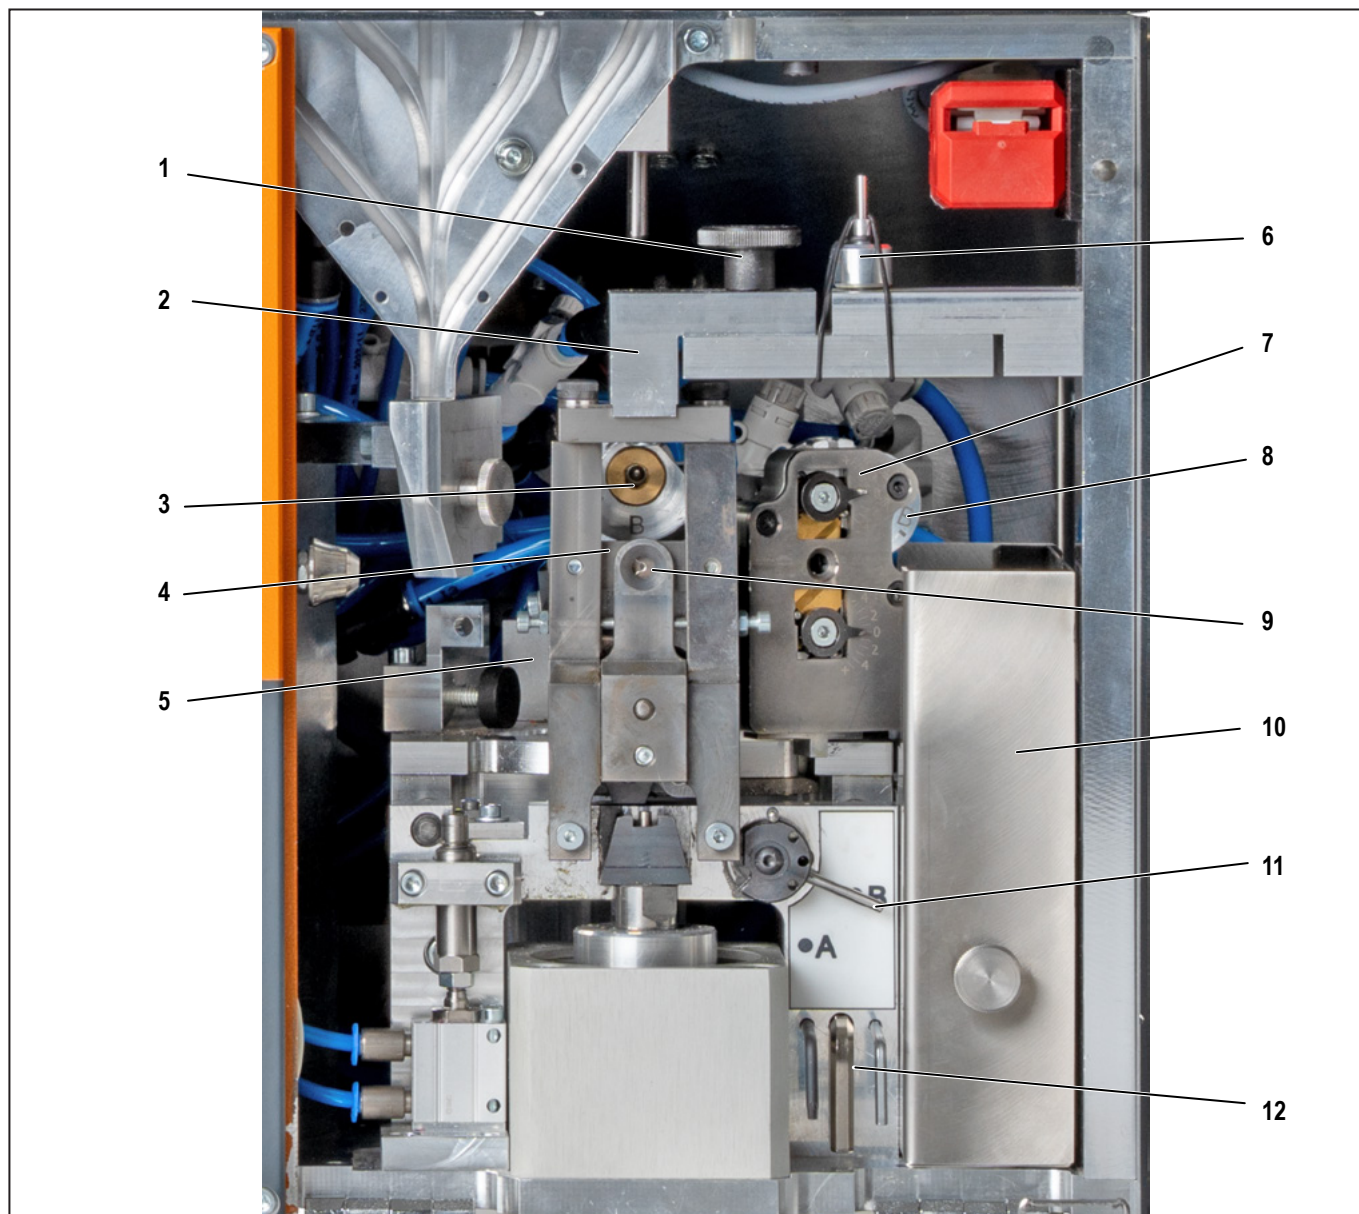

Bild 3.3 Ansicht Innenraum
- Setzen Sie den Fixierstift mit dem kleinen Durchmesser in die untere Öffnung der Transporteinheit. Den Fixierstift finden Sie im Innenraum des Automaten (s. Bild 3.3, 6).